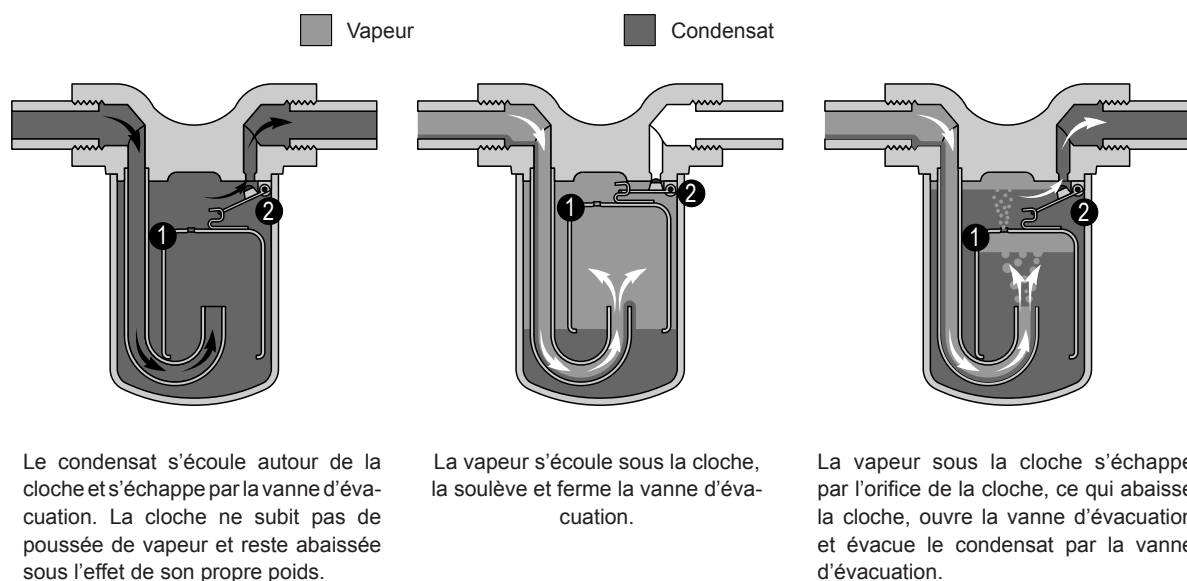

Fig. 20 : Fonctionnement du purgeur de vapeur à purgeur à flotteur à cloche
Dans le cas de très grandes quantités de condensat, la cloche est entièrement rincée à l'aide du condensat. Celui-ci s'échappe par la vanne d'évacuation (2) (voir Fig. 20, à gauche).
La vapeur entrante soulève la cloche (1) en raison de la force de poussée et la (2) se ferme à l'aide d'un levier (voir Fig. 20, au milieu).
Même si aucun condensat frais ne s'écoule dans le purgeur, la vapeur se condense lentement sous la cloche ou s'échappe par l'orifice de purge, ce qui fait descendre la cloche. La vanne d'évacuation (2) s'ouvre et le condensat s'échappe (voir Fig. 20, à droite).
L'évacuation de l'air se fait lentement via un petit orifice en haut de la cloche. Les flotteurs à cloche présentent donc toujours une faible perte de vapeur et ne sont pas des purgeurs efficaces (voir Fig. 20, à droite).